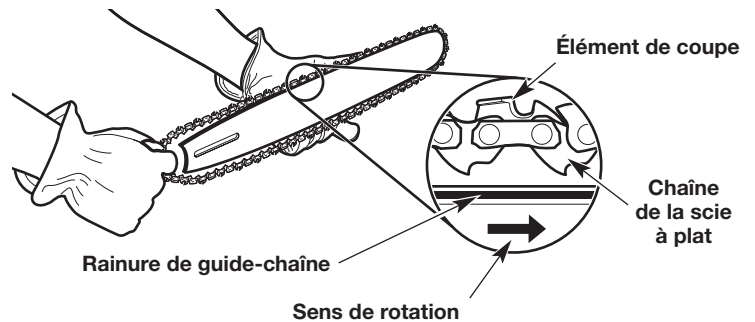
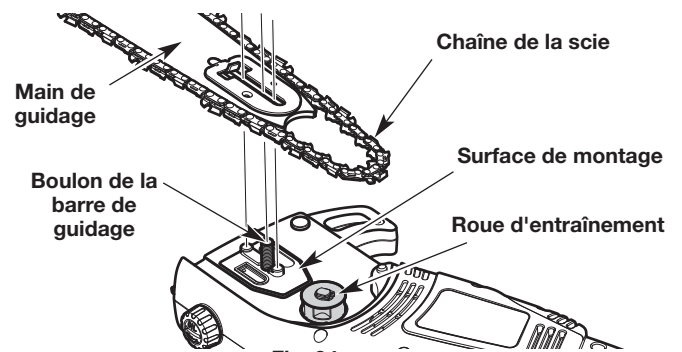

Fig. 33
Fig. 34
3. Retirer soigneusement la chaîne de scie et la barre de guidage (Fig. 34).
3. Faites entrer la chaîne dans la rainure du guide-chaîne (Fig. 33). Assurez-vous que les couteaux pointent dans le bon sens de rotation (Fig. 33). Gardez une boucle de chaîne à l'extrémité arrière du guide-chaîne (Fig. 33).
4. Maintenez la chaîne et le guide-chaîne ensemble, en position sur l'appareil. Enrouler la chaîne de la scie autour de la roue d'entraînement dentée et installer la barre de guidage sur le boulon de la barre de guidage (Fig. 34). Assurez-vous que le guide-chaîne est à plat contre la surface de montage (Fig. 34). Assurez-vous que les méplats de la chaîne se trouvent dans les rainures sur le pignon d'entraînement (Fig. 33).